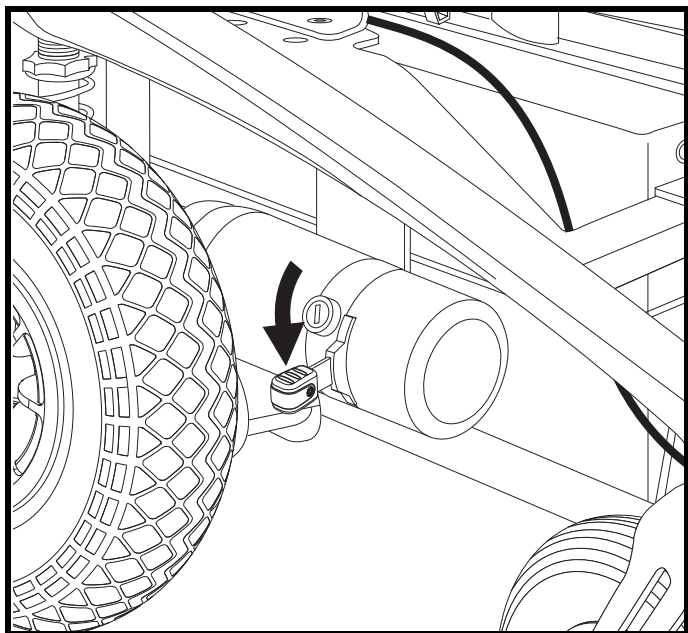

Figura 7. Modalità sblocco ruote manuale (trazione disinserita)
1. Premere entrambe le leve di sblocco ruote per liberarle (motore guida disattivato). Vedere figura 7.